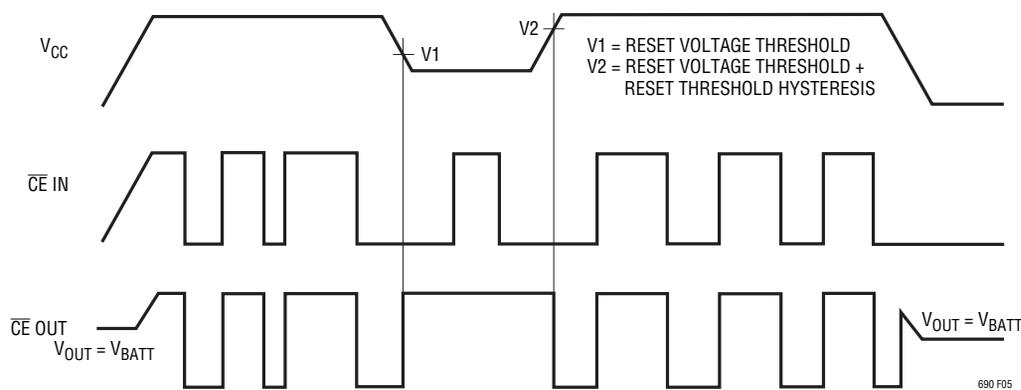

図5.  $\overline{\text{CE IN}}$ と $\overline{\text{CE OUT}}$ のタイミング図
**CE IN:** Chip Enableゲート回路へのロジック入力。CE IN信号はマイクロプロセッサのアドレス・ラインまたはデコーダ出力から得られます。さらに詳細な情報については、「アプリケーション情報」のセクションと図5を参照してください。
**CE OUT:** Chip Enableゲート回路のロジック出力。VCCがリセット電圧スレッシュホールドよりも高いときは、CE OUTはCE INをそのままバッファした信号です。VCCがリセット電圧スレッシュホールドよりも低いと、CE OUTは強制的に“H”になります(図5参照)。
を行うのに、 $\overline{\text{CE OUT}}$ を使って、EEPROMやEAROMまたはNOVRAMのStore入力またはWrite入力をドライブすることもできます。図5は、 $\overline{\text{CE IN}}$ と $\overline{\text{CE OUT}}$ のタイミング図です。